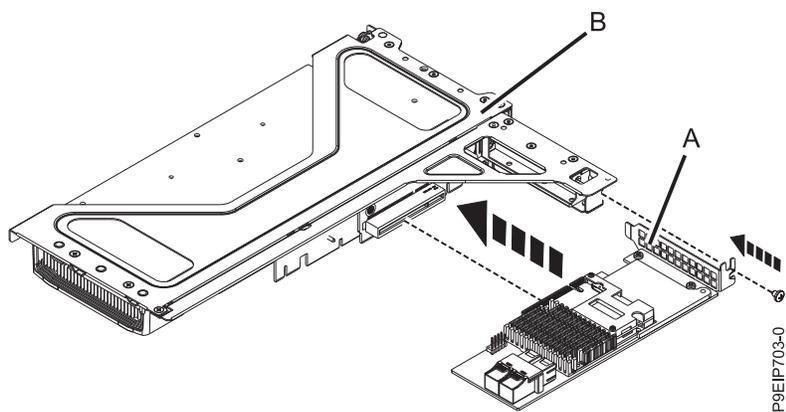
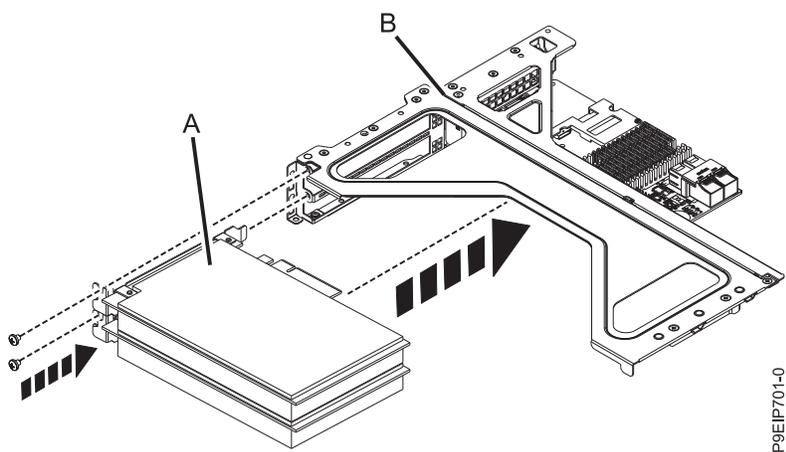

図 30. ライザーの位置 4 へのアダプターの挿入
図 31. PCIe ライザーの位置 2 または位置 3 への PCIe アダプターの挿入
- a. PCIe アダプター (A) を PCIe ライザー (B) に挿入し (33 ページの図 30 または 33 ページの図 31 を参照)、正しく位置合わせして、スロットに完全に挿入します。PCIe アダプター・テール・ストックを、必要に応じて 1 本または 2 本のねじで固定します。